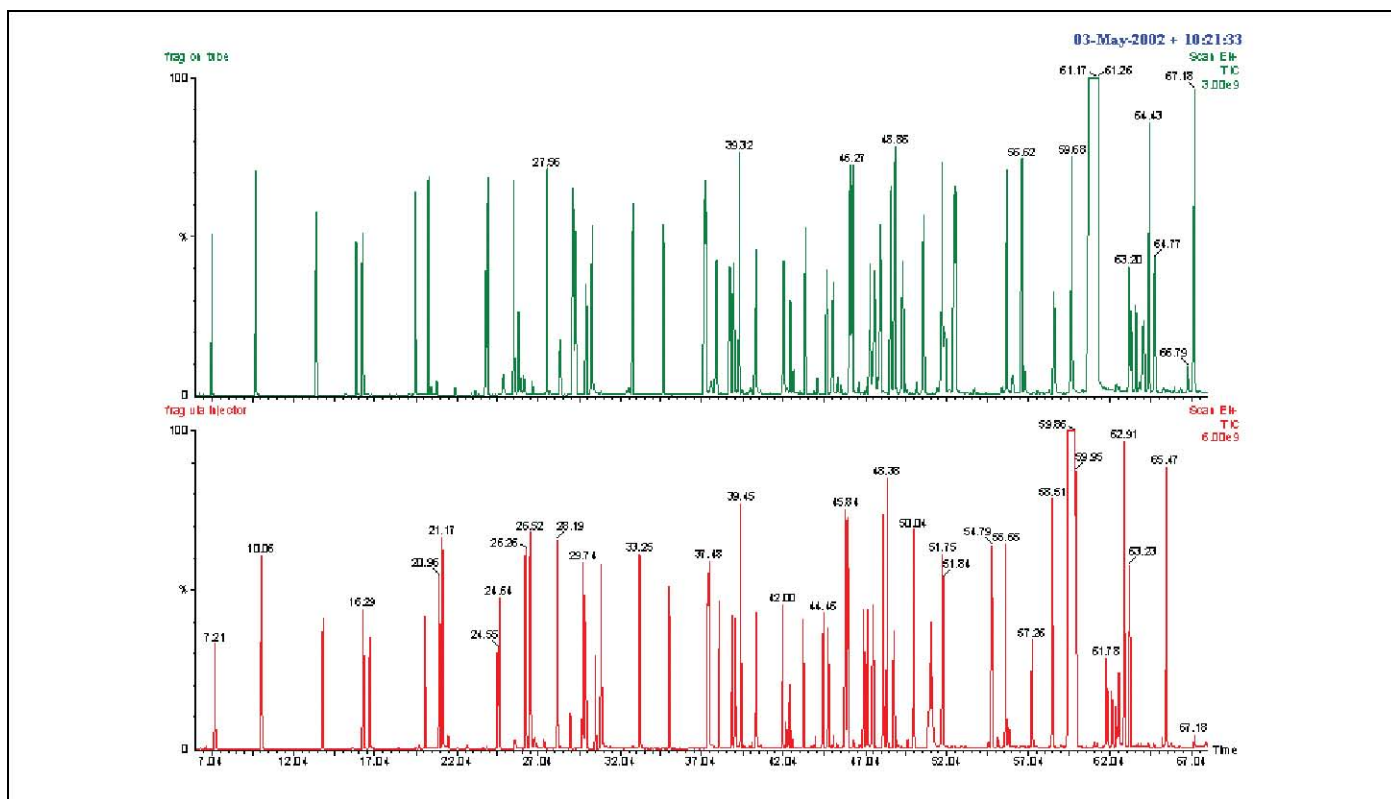

图 1. 从管中脱附的纯香精生成的光谱图与通过进样器口引入的样品的光谱图相互匹配。顶部色谱：注入到管中然后脱附到色谱柱中的 1.0 μL 香精。底部色谱：通过进样器口注入的 0.4 μL 香精。
1.0 μ L 的同一种香精注入到含有 Tenax® TA 和玻璃棉的热脱附管中，然后使用珀金埃尔默 TurboMatrix 50 热脱附仪将它脱附到分析柱上。图 1（第 3 页）用堆叠的方式显示了试管中的纯香精和进样器中的纯香精。